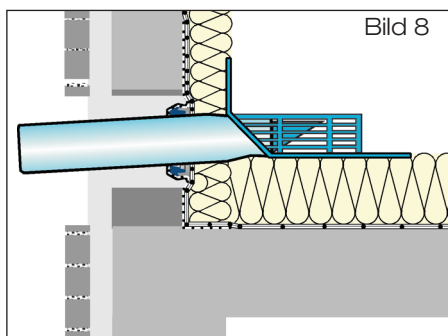

Bild 8
- 2.2 Ablaufrohr des Dachablaufes entsprechend der baulichen Gegebenheiten ablängen. Die Dichtung des Schiebeflansches innen und Ablaufrohr des Attikadirektablaufs außen hinreichend mit LORO-X Gleitmittel versehen. Ablaufrohr des Dachablaufes in den Schiebeflansch bis in seine Einbauposition einführen (Bild 8). Entstandene Hohlräume in der Wärmedämmung schließen. Ablaufrohr im Wandbereich mit ausreichender Wärmedämmung versehen und Dachablauf fixieren.